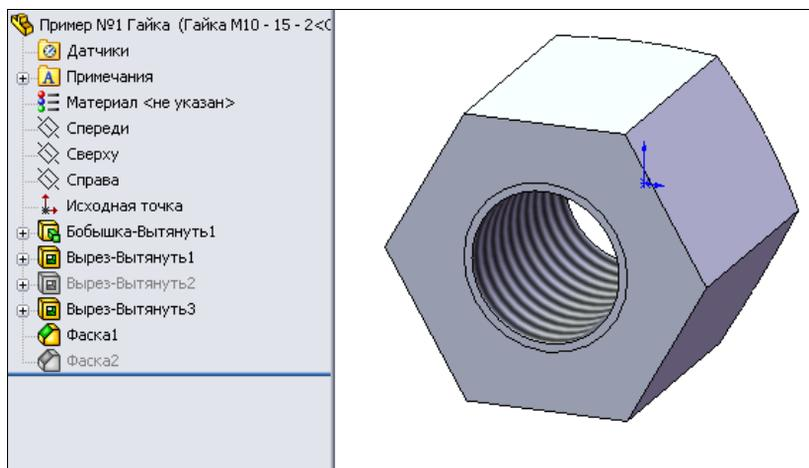

Рис. 3.23
6. Аналогичным образом погасим элемент **Фаска2** (рис. 3.23).